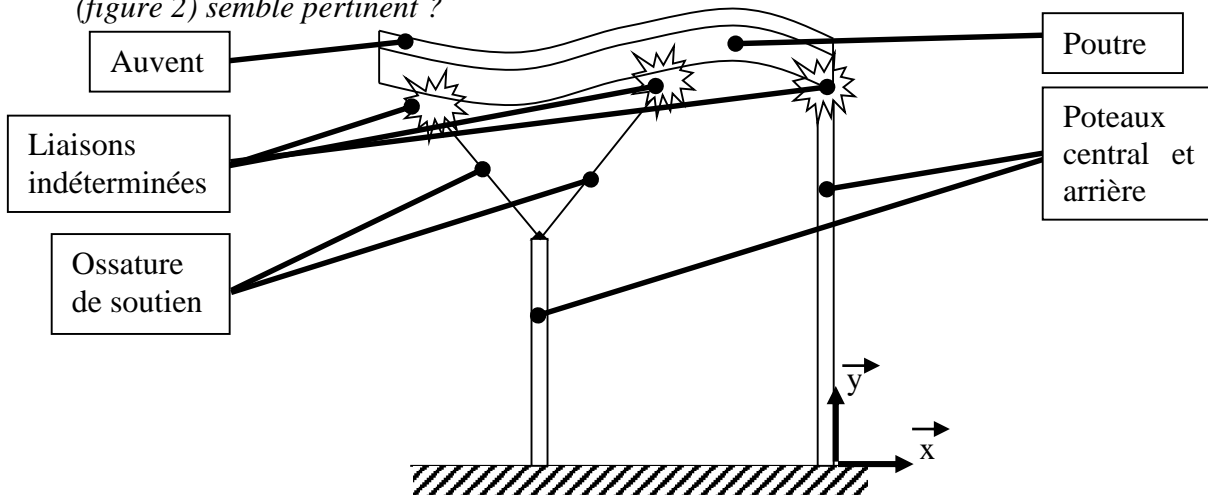

Figure 2 : modèle simplifié de l'auvent de la gare de Rosa Parks (vue de côté)
a) Dans le but de déterminer les actions mécaniques dans les piliers, le modèle plan proposé ci-dessous (figure 2) semble pertinent ?